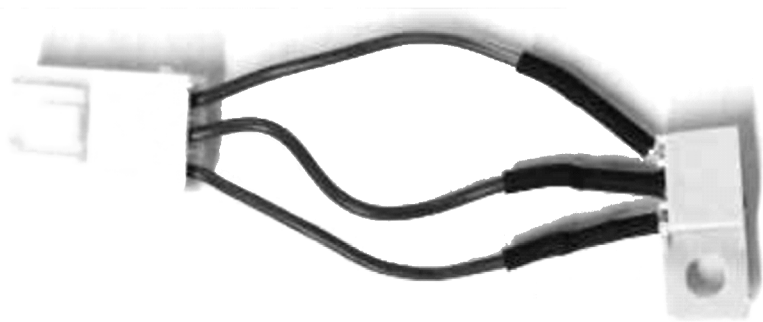

图 1-55 红外感应光电开关
② 安全开关工作原理: 安全开关又称盖开关, 洗衣机上盖的打开或关闭控制其通断, 并将信号反馈给微电脑式程控器。全自动波轮洗衣机的安全开关一般有微动开关或红外感应光电开关 (见图 1-55)。若洗衣机脱水时振幅过大, 会触动控制杆或使其感应到从而使安全开关动作, 则停止脱水并报警。